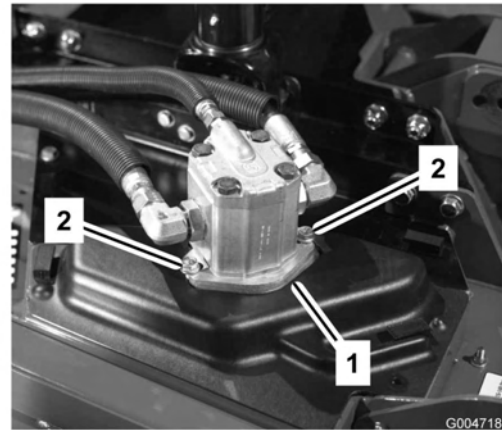

Bild 64
- Entfernen Sie die Schrauben, mit denen der Hydraulikmotor am Mähwerk befestigt ist (Bild 64). Heben Sie den Motor vom Mähwerk ab und legen ihn auf die Oberseite des Mähwerks.